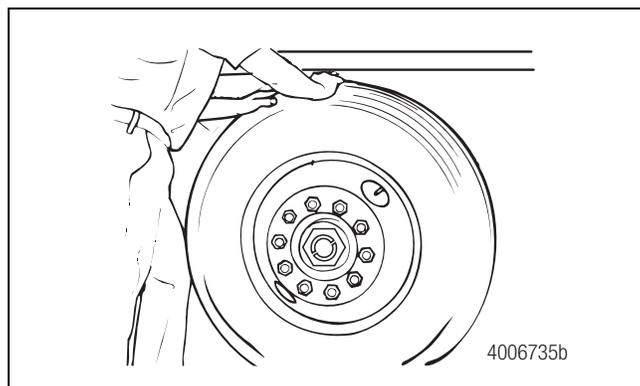

Figura 4.10
4. Sujete el conjunto de neumático y extremo de rueda en las posiciones de las 12 y 6 horas. Verifique el movimiento vertical y horizontal. Con las manos, aplique al conjunto aproximadamente 50 lbs (23 kg) de presión. No se debe ver ni percibir ningún movimiento ni holgura. Figura 4.10.
- Sujete el conjunto de neumático y extremo de rueda en las posiciones de las 12 y 6 horas. Verifique el movimiento vertical y horizontal. Con las manos, aplique al conjunto aproximadamente 50 lbs (23 kg) de presión. No se debe ver ni percibir ningún movimiento ni holgura. Figura 4.10.